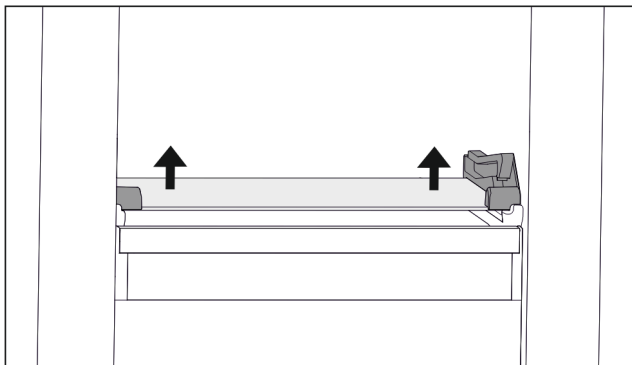

Fig. 70 Sklenená doska sklopnej zásuvky
- Na oboch stranách potlačte sklenenú dosku zospodu nahor. (pozri Fig. 70)